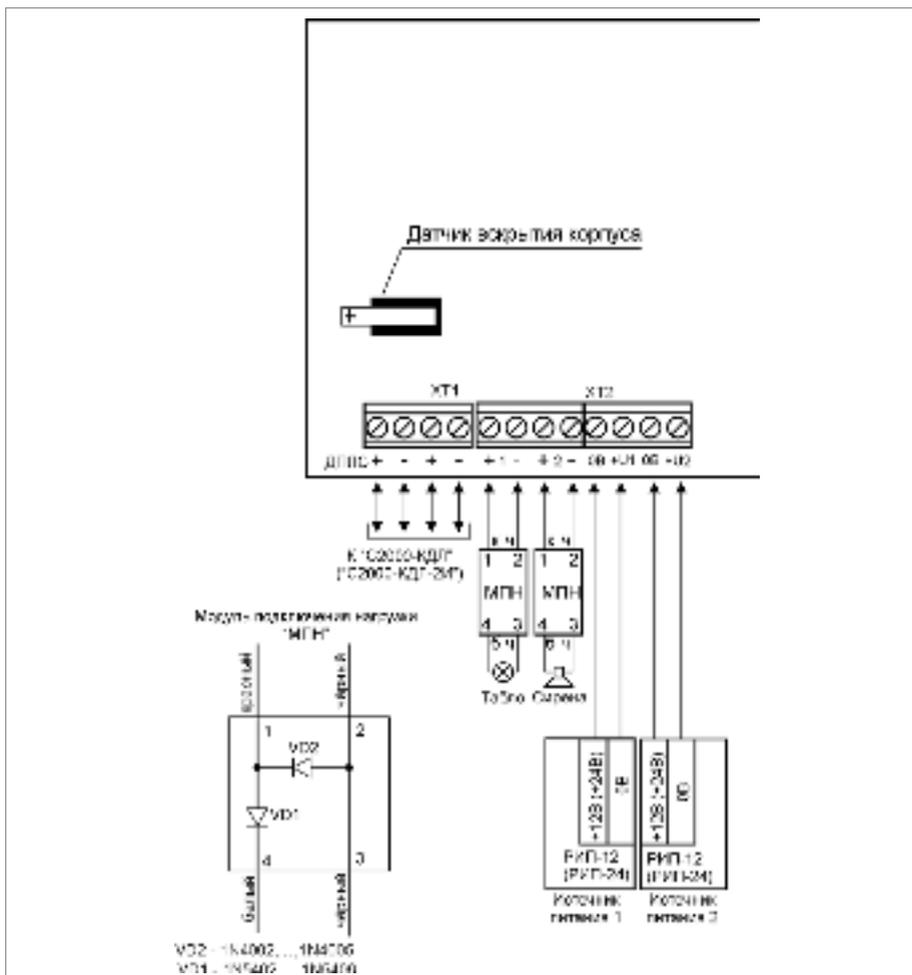

Рисунок 10. Схема внешних соединений блока «С2000-СП2 исп.02»
- 2.2. Подключение соединительных линий производите в соответствии с проектной документацией и схемой на рис. 10.